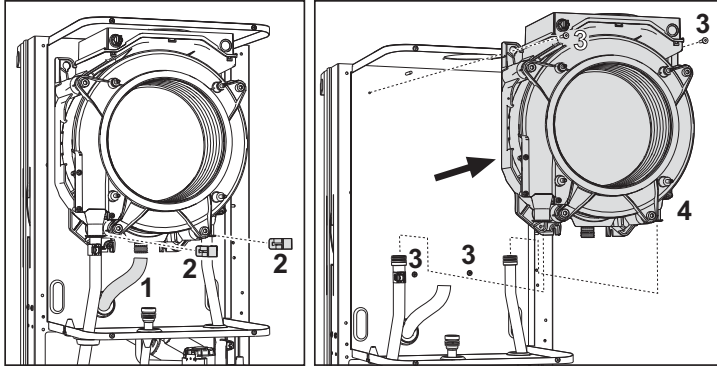

fig. 34- Schimbătorul principal
- Scoateți cele 2 șuruburi **superioare "3"** de fixare a schimbătorului de cadru (fig. 34)
- Slăbiți cele 2 șuruburi **inferioare "3"** de fixare a schimbătorului de cadru (fig. 34)